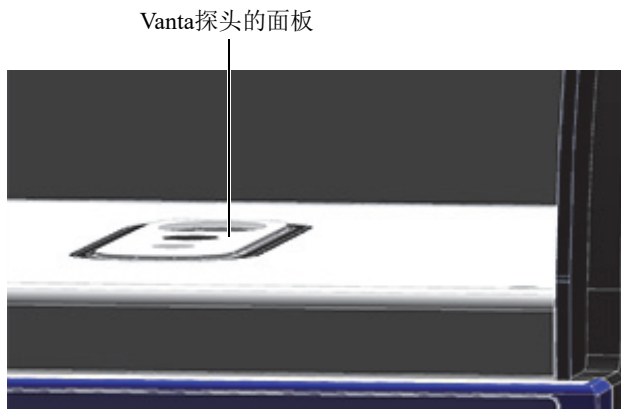

图 B-14 Vanta分析仪探头的面板与工作站样品舱的底面齐平
2. 检查一下, 以确保Vanta分析仪探头的面板与工作站样品舱的底面齐平(参见第116页的图 B-14)。